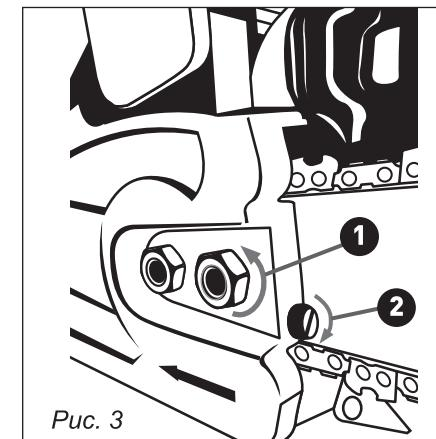

Рис. 3
#### Натяжка цепи на моделях БП 138/14, БП142/16, БП 146/16 (рис. 3):
- Ослабьте гайки на крышке тормоза, не откручивая полностью (рис. 3, п. 1).
- Возмитесь за носок шины и приподнимите его вверх одновременно с этим вращением винта натяжения по часовой стрелке отрегулируйте натяжение цепи (рис. 3, п. 2).